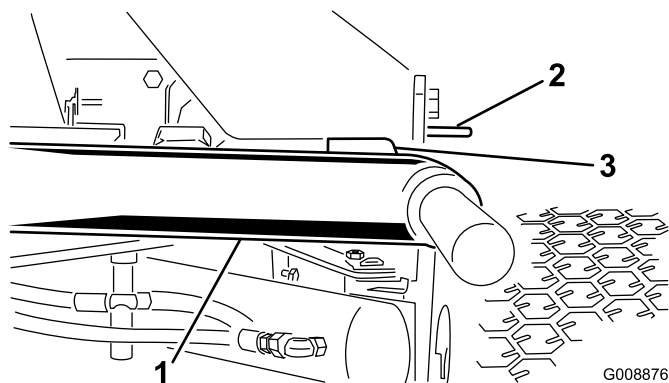

Figura 22
1. Avviate il motore, sollevate i bracci di sollevamento e verificate che il gioco tra ogni braccio di sollevamento e la staffa della piastra di appoggio sia di 5-8 mm (Figura 22).